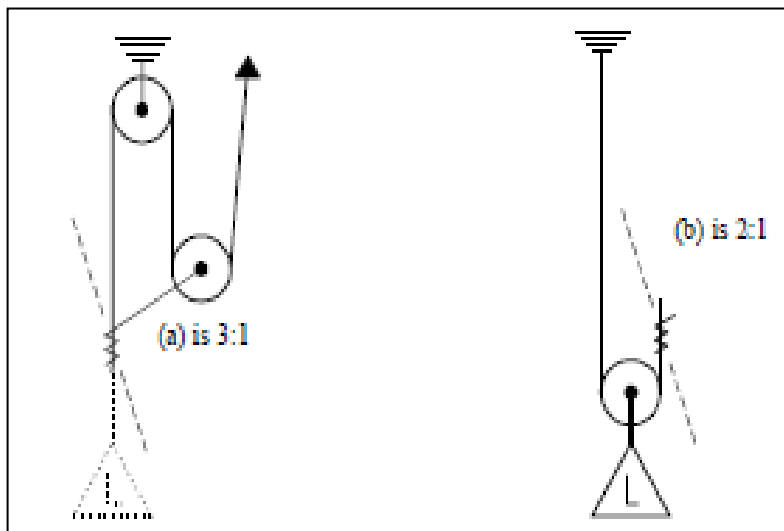

Figura 9 – Duas desmultiplicações simples 3:1 (a) esq. e 2:1(b) dir. /
- Observe a figura 9 (a) e 9 (b).
- A vantagem mecânica do sistema de recuperação da figura 9 é então 6:1.
- Observar a quantidade de tensão em cada lado do sistema de tração simples na figura 9. Cada parte está numerada como 1, 2 e 3. A quantidade de tensão é indicada através dos números que estão entre parênteses.